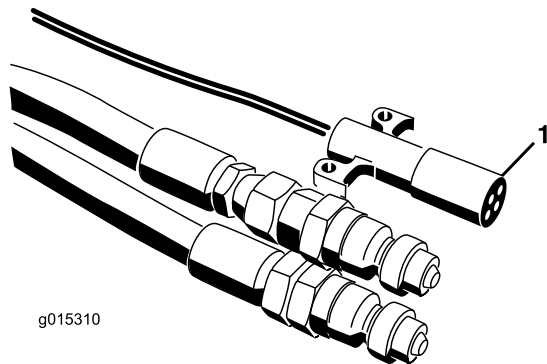
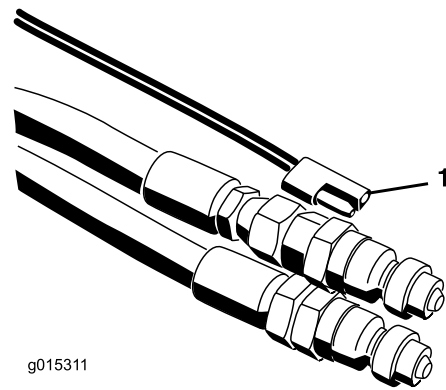

図 18
図 19
7. 電源ハーネスを牽引車両に接続する（図 18 と図 19）。SH モデルでは、ON/OFF ペンダントを運転席から手の届く位置に置く。スイッチがOFFになっていることを確認する。